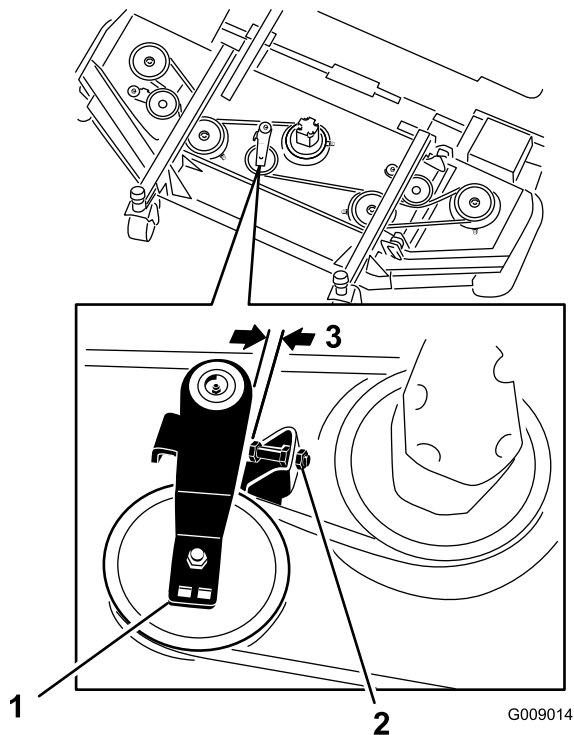

Figure 81
3. Sur le tablier avant, desserrez les écrous de blocage sur la vis d'arrêt de la poulie de tension et vissez la vis d'arrêt dans le support (Figure 81).
4. À l'aide d'une clé à cliquet ou d'un outil similaire, éloignez la poulie de tension de la courroie d'entraînement pour détendre cette dernière et pouvoir la déchausser des poulies (Figure 81).